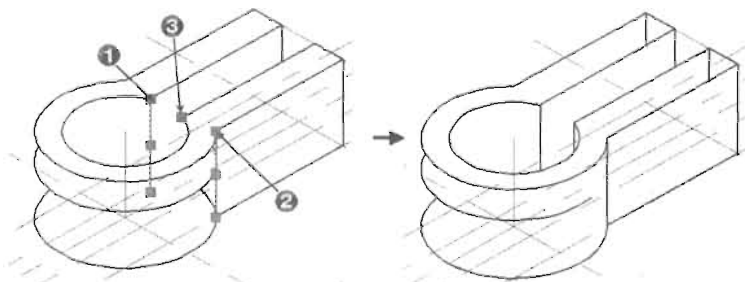

图 11-72
(9) 单击“绘图”工具栏中的“直线”按钮 ，捕捉如图 11-72 所示的 3 个点绘制 3 条直线，然后进行修剪，如图 11-72 所示。